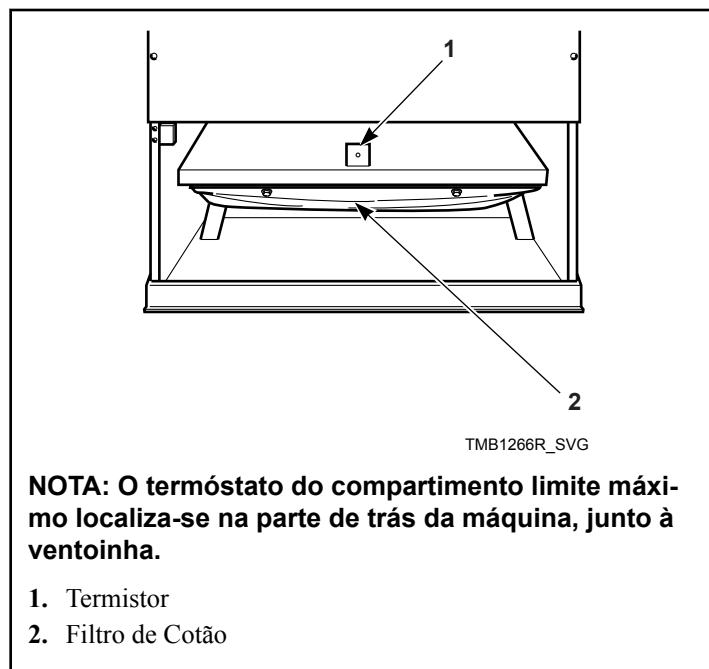

Figura 50
- e. Elimine o algodão do termostato e termistor de limite elevado do compartimento. Consulte a *Figura 50*.